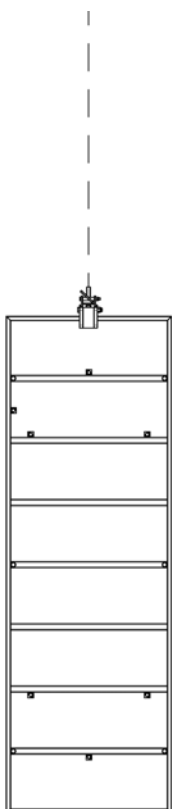

Fig. 93 :
- Pour un module, fixer le crochet grue au milieu de la face avant (figure 93).